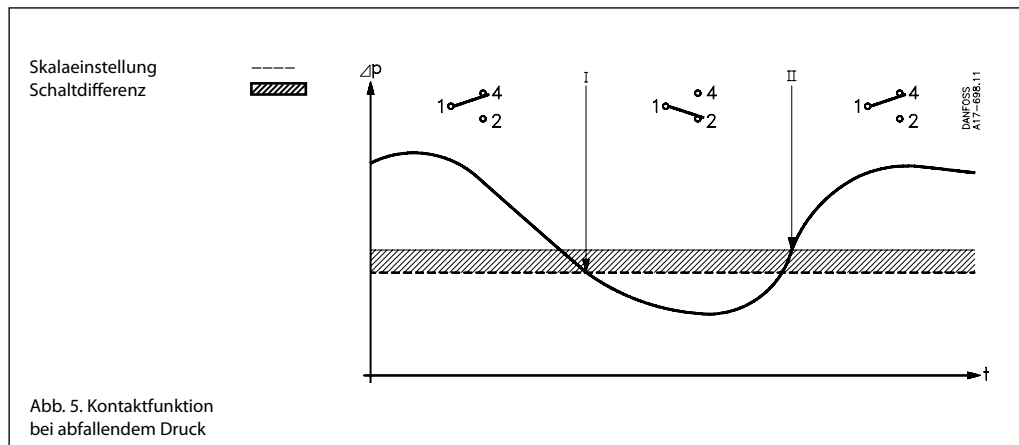

Abb. 5. Kontaktfunktion bei abfallendem Druck
b. Übrige RT Druckschalter Die Kontakte 1-2 schließen und 1-4 öffnen, wenn der Druck unter den eingestellten Bereichswert abfällt. Die Kontakte wechseln in die Ausgangslage zurück, wenn der Druck wieder auf den Bereichswert plus der Differenz steigt (siehe Abb. 5).